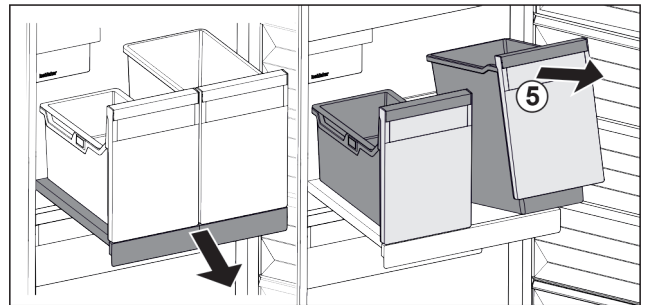

Fig. 33
- ▶ Unieść pojemnik Fig. 33 (5) z przodu.